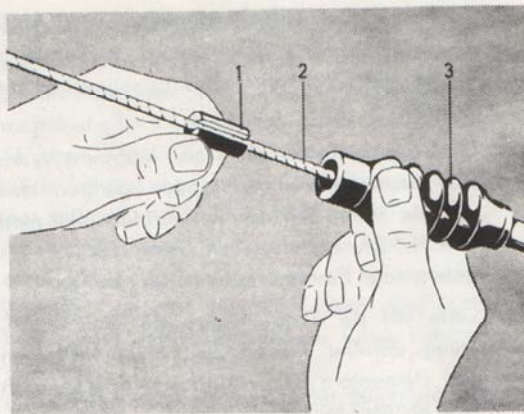

Bild 32. Montering av gummikåpa.
Vid bytet lossas bakre dragstången från mellanaxeln och vajern hakas av från dragbygeln. Klipp upp den gamla kåpan och träd på den nya. Haka på vajern på dragbygeln och montera tillbaka dragstången. Sätt på den uppslitsade tätningsproppen (1, bild 32) på vajern (2) och tryck in den i gummikåpan (3).